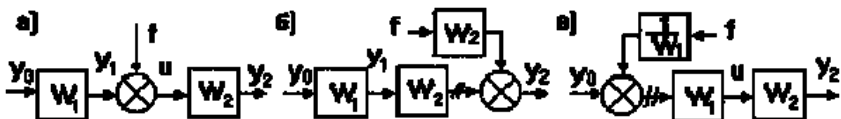

Рис. 24. Перетворення схем при перенесенні суматора
5. При перенесенні суматора через ланку за рухом сигналу необхідно додати ланку з передавальною функцією тієї ланки, через яку переноситься суматор. Якщо суматор переноситься проти руху сигналу, то додається ланка з передавальною функцією, зворотної передавальній функції ланки, через яку переносимо суматор (рис. 24).
Так, з виходу системи на рис. 24, а) знімається сигнал $y_2 = (f + y_0 W_1) W_2$.
Такий же сигнал повинен зніматися з виходів систем на рис. 24, б):
і на рис. 24, в):